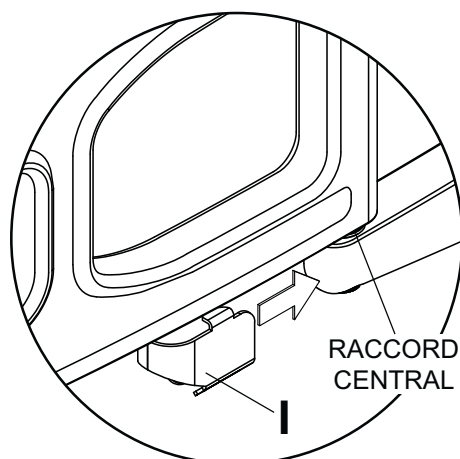

fig. 5.1
- 5** Les câbles peuvent être acheminés à l'aide d'un serre-câble (I).
- Faites glisser le serre-câble (I) sur la partie inférieure du raccord central comme illustré à la figure 5.1 et fixez les câbles au serre-câble à l'aide d'une attache de câble (J) comme illustré à la figure 5.2.
- Fixez les câbles au bas de la plaque murale à l'aide d'une attache de câble (J) comme illustré ci-dessous.